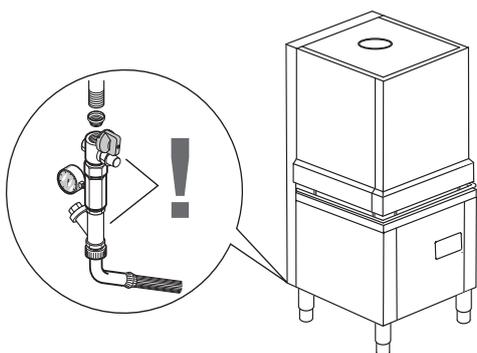

Figura 6
- Collegare il tubo alimentazione acqua "A" (Figura 1.a/Figura 1.b) dell'apparecchiatura alla rete idrica, interponendo un rubinetto, il filtro in dotazione ed un manometro (Figura 6).